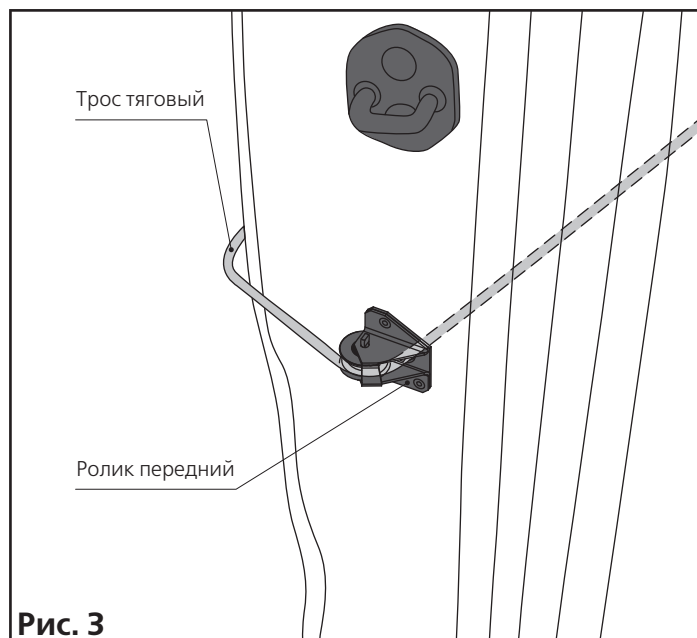

Рис. 3
3.5.21 Закрепите ролик промежуточный двумя болтами М6х20 и шайбами 6,5х12х1,7 (рис. 3). Проверьте прочность крепления.